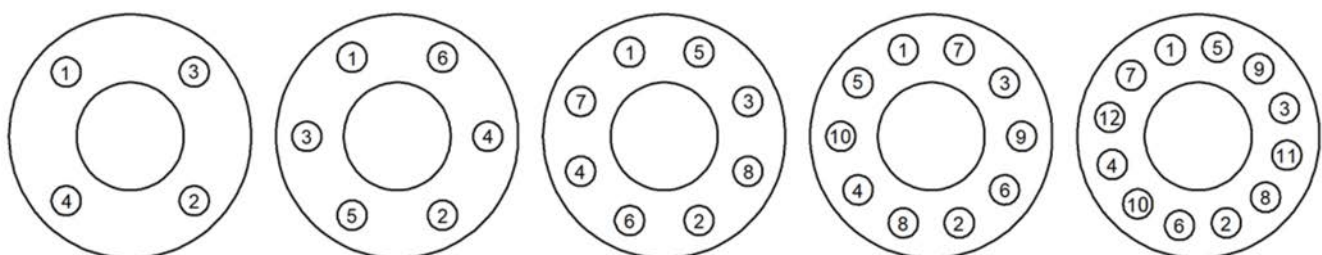

Fig. 2 Secuencia de apriete
Para garantizar la uniformidad de la carga y la alineación, los bulones de las bridas se deben apretar de forma gradual y en secuencia cruzada, como se indica en la «Fig. 2»
- ♦ Aflojar la tuerca (10) y desatornillar por completo los bulones (15).
- ♦ Separar el grupo del bonete (9), el obturador por completo (3)
- ♦ Quitar la eventual jaula (5).
- ♦ Reemplazar la junta de cierre del pistón de equilibrio (8) desatornillando la guía (6).
- ♦ Si es necesario, desatornillar y reemplazar el recinto (2) usando las llaves adecuadas.
- ♦ Insertar en el bonete (9) el obturador nuevo, teniendo cuidado de lubricar el vástago con aceite de silicona.
- ♦ Reemplazar siempre la junta del cuerpo (11) limpiando con cuidado las plantas de apoyo.
- ♦ Apretar las tuercas (15) de forma gradual y en secuencia cruzada, como se indica en el ejemplo en la «Fig. 2» del párrafo 2.01, usando los pares indicados en el capítulo 5